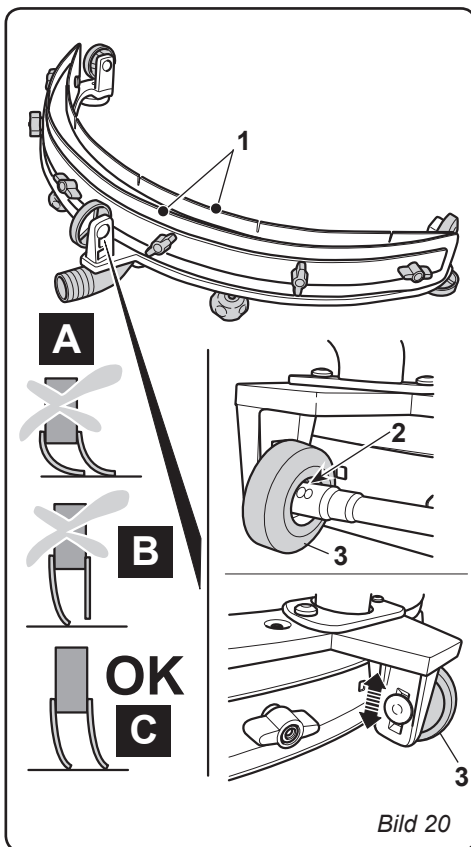

Bild 20
11.1.g - Reglering markkontakt för torkaren (Bild 20)
- Kontrollera anlägget hos gummidelarna (1) mot underlaget.